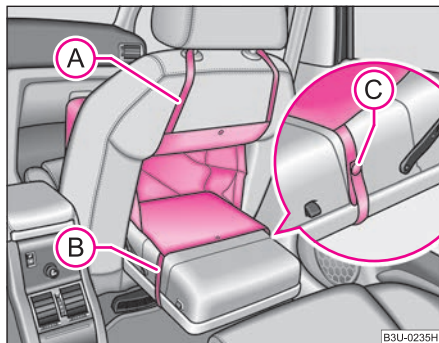

Fig. 60 Sedile lato passeggero: Sacca protettiva
- Tirare la cinghia **A** attraverso l'apertura dello schienale e farla passare sopra il poggiatesta ⇒ fig. 60.